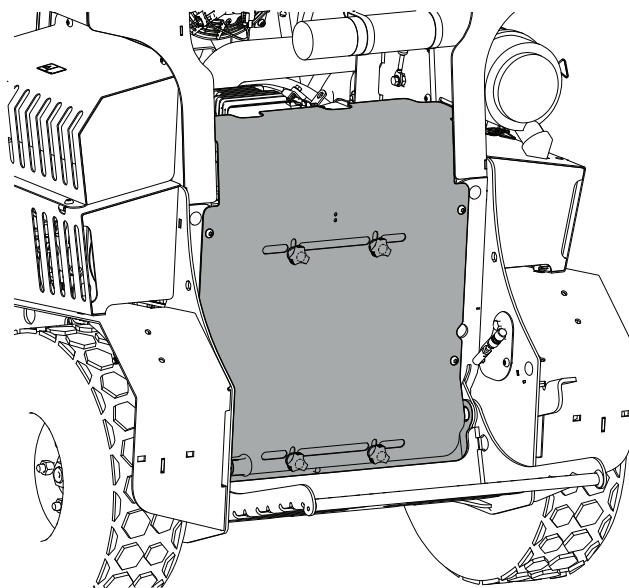

Figura 45
4. Retire los 4 pernos que sujetan el panel de acceso a la máquina y retire el panel (Figura 45).